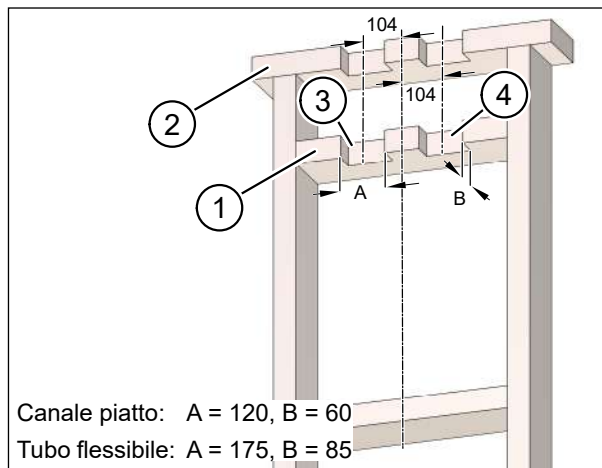

Fig. 46: Taglio con sega degli incavi per canali piatti o tubi flessibili, misure in millimetri
- Usando una sega, tagliare nel travetto superiore (pos. 1 nella Fig. 46) e nella trave a soffitto (pos. 2 nella Fig. 46) due incavi per il canale dell'aria estratta (pos. 3 nella Fig. 46) e per il canale dell'aria inserita (pos. 4 nella Fig. 46).
- larghezza 120 mm (pos. A nella Fig. 46)
- profondità 60 mm (pos. B nella Fig. 46)
- larghezza 175 mm (pos. A nella Fig. 46)
- profondità 85 mm (pos. B nella Fig. 46)